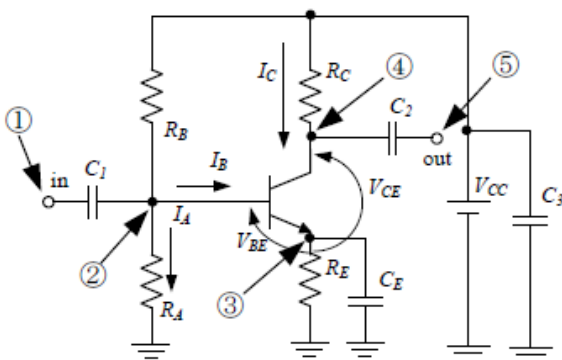
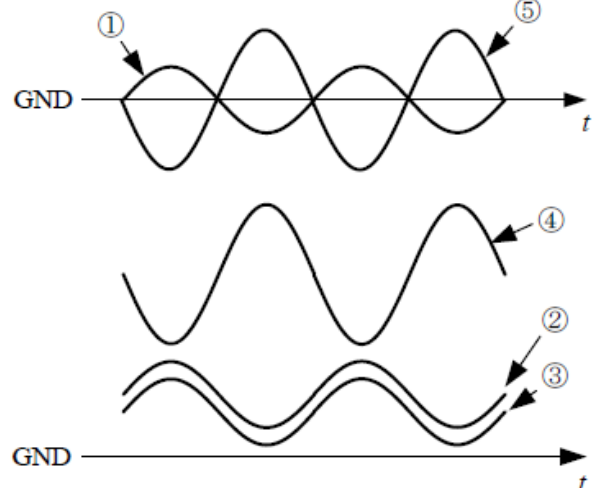
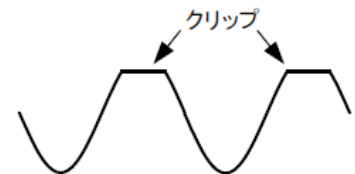

図6 波形観測点
図7 各観測点の波形の概要
図8 クリップ波形
- (1) 別紙にある、電子回路の教科書(pp.80-81)の回路を参考にしてブレッドボード上に回路を組む。このとき、 C_E は外すこと。結線が完成したら、直流電源を加える前にテスターで直流電源の+と-端子の導通チェックをすること。
- (2) 図6の①~⑤の各点について波形を観測し、USBメモリに保存すること。図7のように、①と⑤はGND(0 V)を共通に、②~④もGNDを共通にして作図すること。
- (3) 増幅回路の出力波形が図8のようにクリップするまで、発振器の電圧を増加させてみる。この状態で、同様に図6の各点の波形をUSBメモリに保存すること。
- (4) 発振器の電圧を(2)の状態に戻してクリップしないようにする。 C_E を挿入して、波形がどうなるか確認すること。
- (1) トランジスタ, FET, OPアンプで増幅回路を製作したときの特徴や長所・短所について比較して説明しなさい。
- (2) 電力増幅回路について調べ, 今回製作した電圧増幅回路と比較して説明しなさい。
- (3) 図6の回路において, C_E はどのような役割を果たすか等価回路を用いて説明すること。
- (4) 増幅回路と発振回路を比較し, 同じ点と異なる点をそれぞれ説明しなさい。